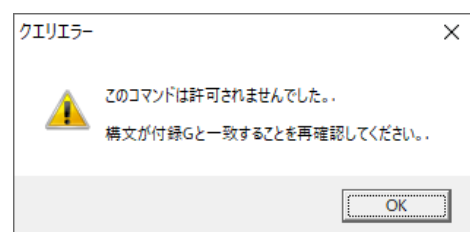

図44: [クエリエラー] メッセージ
- 処理が正しく行われなければ、[クエリエラー] にメッセージが表示されます（図44の例を参照）。